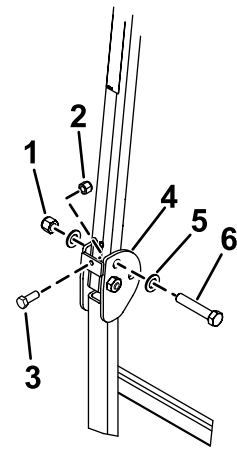

Figure 17
3. Placez une rondelle (13/16" x 1 1/2") sur chaque boulon (3/4" x 4"), comme montré à la Figure 17.
4. Placez les boulons et rondelles dans les trous occupés précédemment par les axes (Figure 17).
5. Placez une autre rondelle sur chaque boulon et fixez le tout avec des écrous (3/4"), comme montré à la Figure 17. Serrez les écrous à un couple de 323 à 396 N·m.
6. Insérez un boulon (3/8"-16 x 1" ou 1 1/4") assorti d'un écrou de blocage (les boulons et les écrous de blocage ne sont pas fournis) dans la plaque fileté de chaque côté de la partie inférieure de l'arceau de sécurité, au niveau de la charnière (Figure 17). Serrez le boulon jusqu'à ce qu'il soit contre le tube supérieur de l'arceau de sécurité, puis serrez l'écrou de blocage.
7. Serrez le boulon de pivot du ROPS (Figure 17) à un couple de 91 à 113 N·m pour empêcher l'arceau de sécurité et le pare-soleil de rebondir.